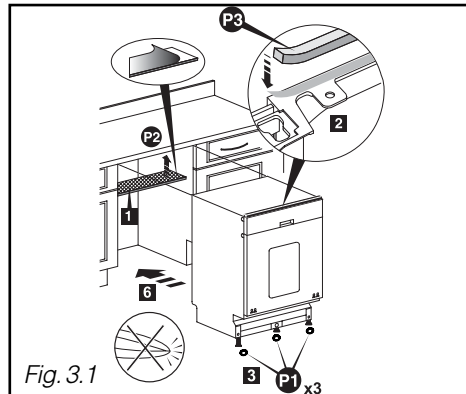

Fig. 3.1
- Colar o anti-embaciamento **P2** (Fig. 3.1)
- Colar a esponja de embutimento **P3** (Fig. 3.1)
- Encaixar os três cadinhos debaixo **P1** patins para facilitar o deslizamento da máquina de lavar louça (Fig. 3.1).